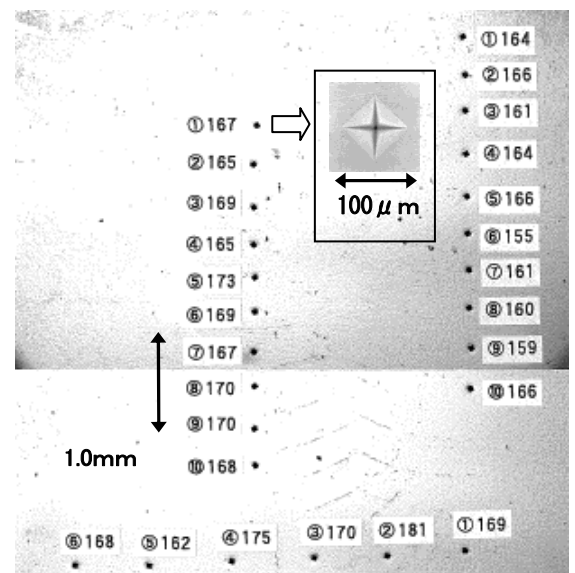

図1 STPA24 表面溶接金属の硬さ分布測定 (数値はビッカース硬さ)
- ①レーザー光の利用：細径レーザー光をサンプルとの垂直だしに使用し、圧子を適正に測定面に押し込む機能を備えています。また、垂直性を確保するための角度調整もスムーズに行えます。
- ②圧痕形状の確認機構：圧痕形状の確認を CCD カメラで確認でき、測定が適切に行われたかどうかを現地で判断できます。現地測定では後日再度測定を行うことが困難なことを考慮したものです。
- ③HAZ の硬さ分布測定可能：XYZ 軸移動装置が組み込まれており、狭い間隔の硬さ分布測定に適し(図1)、HAZ(溶接熱影響部)の硬さ分布の正確な測定を可能にします。
- ④全姿勢で測定可能：マグネット等で装置をあらゆる姿勢で固定して測定可能です。